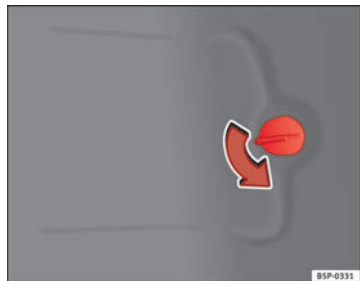

Fig. 186 Luces en la carrocería
- Abra la tapa del panel lateral del maletero ⇒ fig. 186.